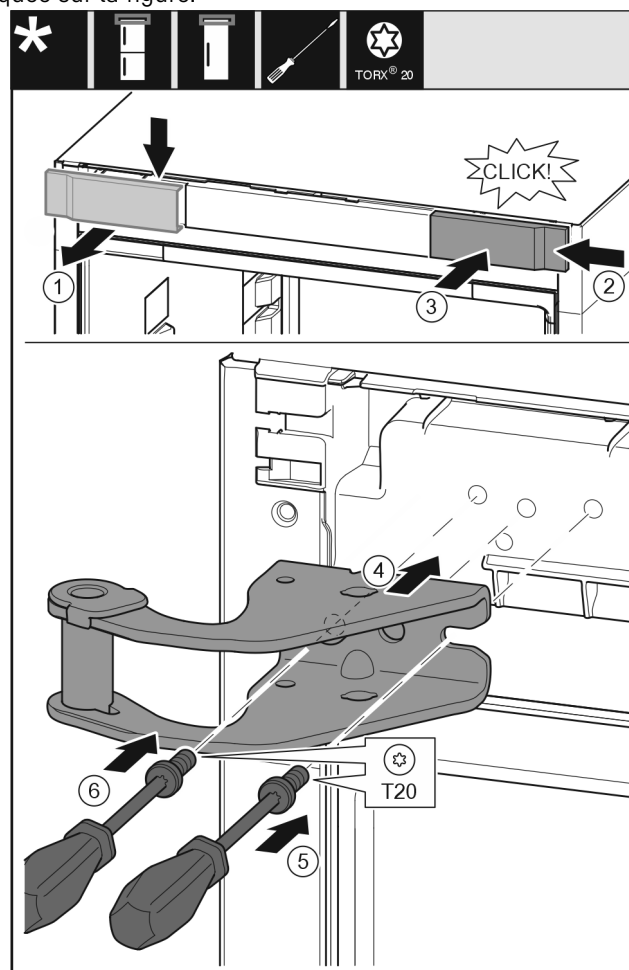

Fig. 31
- Retirer le cache du haut vers l'avant. Fig. 31 (1)
- Accrocher le cache tourné de 180° de l'autre côté à droite. Fig. 31 (2)
- Encliqueter le cache. Fig. 31 (3)
- Mettre en place le support de palier supérieur. Fig. 31 (4)
- Mettre en place la vis avec un tournevis T20 et la serrer. Fig. 31 (5)
- Mettre en place la vis avec un tournevis T20 et la serrer. Fig. 31 (6)